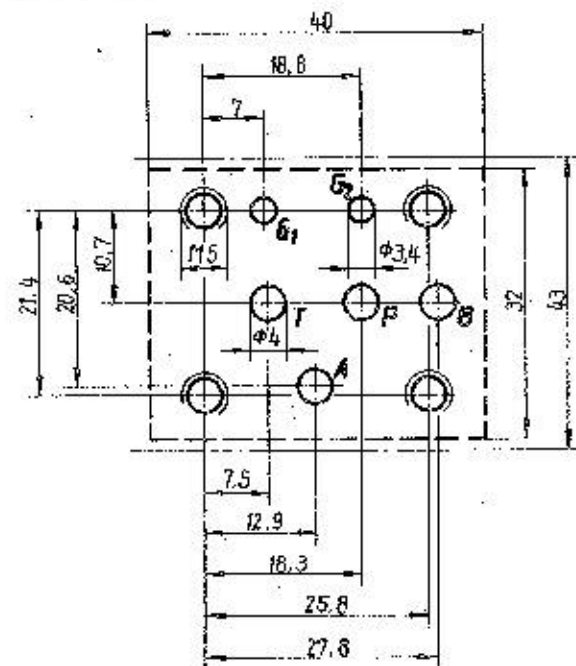

Bild 1 Montagefläche Nennweite 4
- Anschlußmaße der Montageflächen von Unterplatten für Ventile nach Bild 1 bis 12
- Anschlußmaße der Montageflächen von Unterplatten für Höhenverkeilungseinheiten nach Bild 1 bis 5 oder Bild 10 bis 12